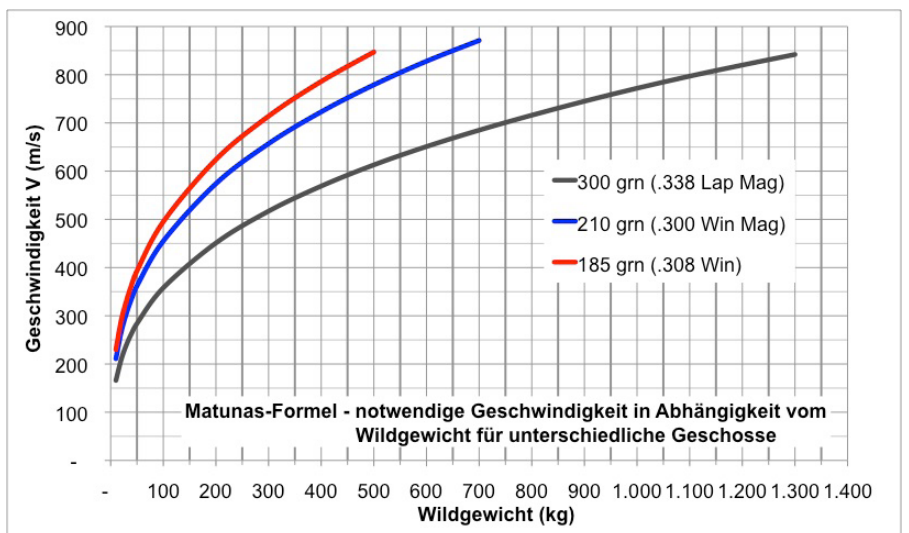

Abbildung 2: Notwendige Geschwindigkeit als Funktion des Wildgewichtes
Das Ballistikprogramm gibt für das 300 grn Geschoss eine V1000 von 506 m/s an. Somit wäre der Schuss nach Matunas möglich. Abbildung 2 stellt das Ergebnis der nach der Geschossgeschwindigkeit aufgelösten Formel (5) dar. Verwendet wurden dieselben Geschosse und Kaliber. Die empfohlenen Geschossgeschwindigkeiten ergeben sich aus dem Wildgewicht für die drei gezeigten Geschosse und Kaliber. Auch diese Darstellung gilt nur für die jeweils gerechneten Geschosse und deren ballistische Eigenschaften.